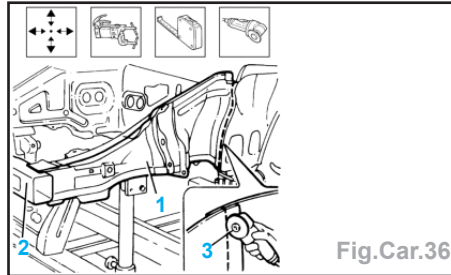

Fig.Car.36
- Effectuer une soudure par points aux endroits indiqués (2).
- Superposer et positionner la tôle de fermeture (1) sur le véhicule en utilisant des pinces-étau (Fig.Car.36).